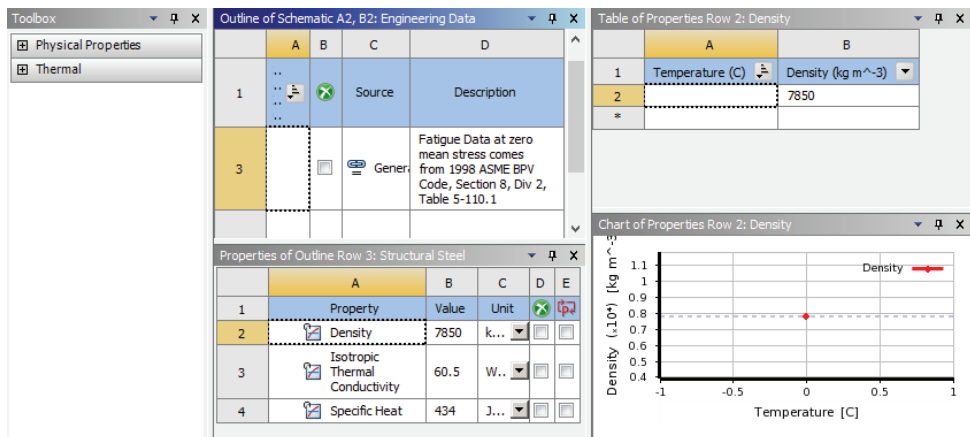

图 22-2 工程数据界面
1) 双击项目 A 中的 A2 栏 Engineering Data 项, 进入如图 22-2 所示的材料参数设置界面, 在该界面下即可进行材料参数设置。